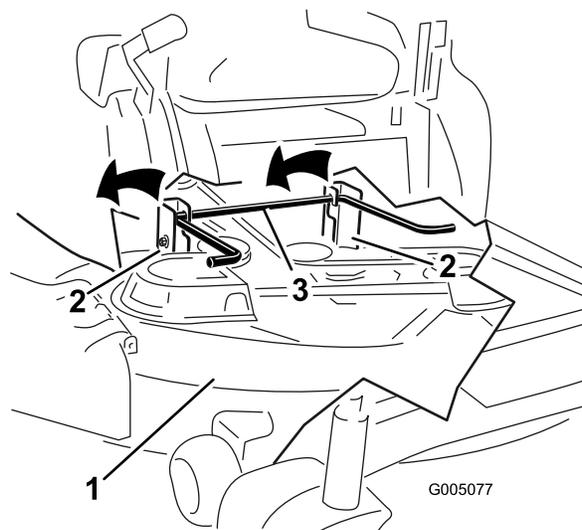

Figura 66
5. Eleve la carcasa del cortacésped y desenganche la varilla de elevación trasera de las pletinas de suspensión, y baje el cortacésped con cuidado al suelo (Figura 66).
5. Eleve la parte trasera de la carcasa del cortacésped y coloque las pletinas de suspensión sobre la varilla de elevación trasera (Figura 66).